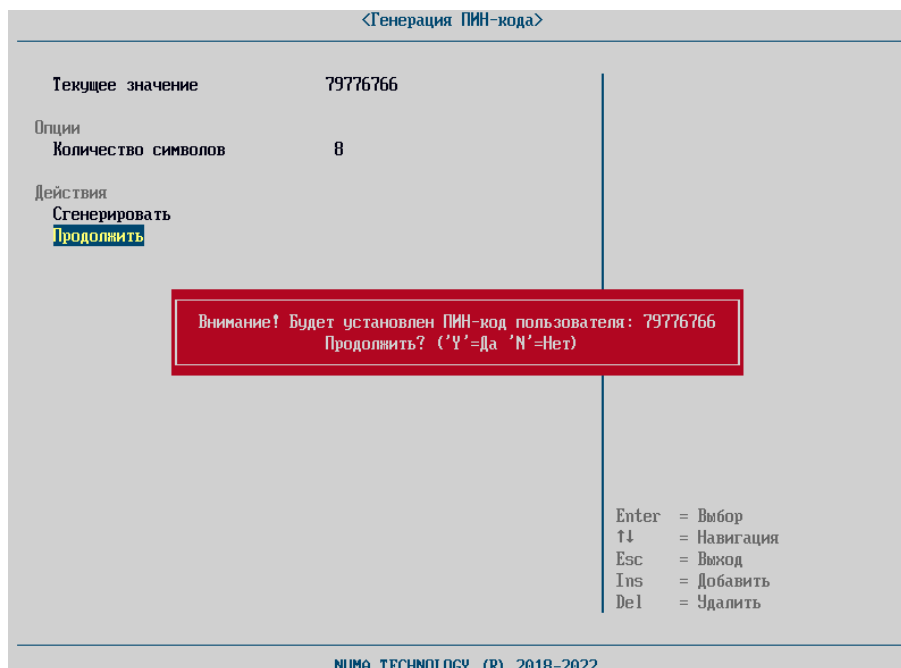

Рисунок 61 – Предупреждающее окно при сохранении сгенерированного PIN-кода
- «Действия» – пункт «Сгенерировать» соответственно генерирует новое значение PIN-кода, а при нажатии на пункт «Продолжить» Изделие выводит предупреждающее окно (см. рисунок 61). Для сохранения PIN-кода необходимо нажать «Y», иначе – «N».